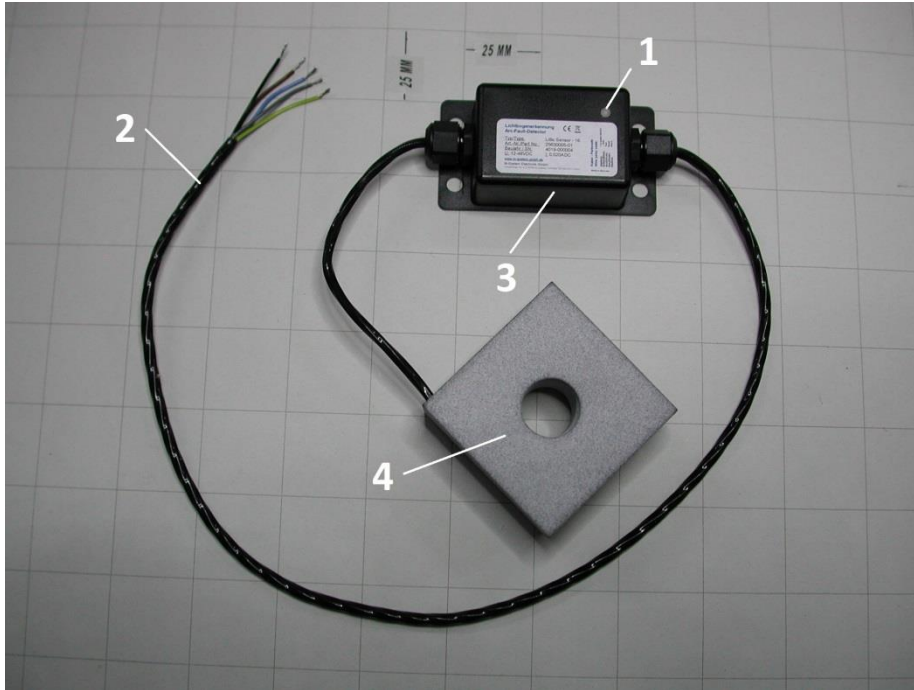

Bild 1: LiBo Sensor mit Ringkernspule, hier -16 (4), Elektronik-Gehäuse (3), Anschlusskabel (2) und Duo-LED Rot/Grün (1)
1. Anschlusskabel (Bild 1: Pos. 2)
Nachdem das zu überwachende Kabel durch die Ringkernspule (Bild 1: Pos. 4) gezogen und aktiviert wurde, ist die graue Ader des Anschlusskabels (Bild 1: Pos. 2) mit dem Pluspol und die schwarze Ader elektrisch mit dem Minuspol der DC-Quelle (12-48VDC) des Kunden zu verbinden.
Bei erstmaliger Inbetriebnahme leuchtet nun zuerst kurz die rote LED (Bild 1: Pos. 1) auf (Eigentest) und wird dann grün, das Gerät ist nun betriebsbereit. Bleibt die rote LED an, so ist zunächst die Reset-Verbindung (braunes Reset-Kabel für 2s mit dem schwarzen Massekabel elektrisch verbinden) auszuführen. Wird die LED auch dann nicht grün, so ist eine Kalibrierung nach Punkt 9. dieser Anleitung durchzuführen.
3. Duo-LED Rot/Grün (Bild 1: Pos. 1)
Die LED zeigt rot bei Auftreten und Erkennen von Lichtbögen bei Fehlern innerhalb der Schaltung (einschließlich Ringkernspulen-Sensor (Bild 1: Pos. 4), oder beim Verlassen des Kalibrierbereichs von 1,80 bis 2,0 VDC.
Die Funktion „Test“ überprüft die eingesetzten Bauteile und damit die korrekte Arbeitsweise der Schaltung. Sie wird ausgelöst, indem die gelb-grüne Test-Ader des Anschlusskabels (Bild 1: Pos.2) für 2s mit dem schwarzen Massekabel elektrisch verbunden wird. Während dieser Verbindung leuchtet die LED (Bild 1: Pos. 1) rot, nach Auftrennen der Verbindung und intakter Schaltung leuchtet die LED wieder grün.
Im Hintergrund läuft im ca. 24h- Rhythmus ein automatischer Test für das Gerät ab. Dabei wird ein Pseudo-Lichtbogen in der Ringkernspule erzeugt und verarbeitet. Besteht kein Fehler innerhalb der Schaltung, wird der Alarm (rote LED) nicht geschaltet und der Test bleibt unbemerkt. Im Fehlerfall leuchtet die LED (Bild 1: Pos. 1) rot und die Alarm Output-Ader wird deaktiviert, d.h. hochohmig. Bleibt die Reset-/Kalibrier-Funktion (Punkt 6 und 9) ohne Erfolg, so ist das Gerät an den Hersteller zurückzuschicken.
Mit Aktivierung der Reset-Funktion kann nach der Erkennung eines Lichtbogens die rot leuchtende LED (Bild 1: Pos. 1) auf Grün zurückgesetzt werden, sofern kein Fehler besteht. Dazu ist das braune Reset-Kabel des Anschlusskabels für 2s mit dem schwarzen Massekabel elektrisch zu verbinden. Die Reset-Funktion mit gleichzeitiger Ausführung der Test-Funktion löst eine Kalibrierung nach Punkt 9. aus.
Die blaue Alarm-Output Ader des Anschlusskabels ist der Ausgang eines Open Drain FET. Dabei ist der FET im Normalzustand (kein Lichtbogen, LED (Bild 1: Pos. 1) grün) durchgeschaltet und die blaue Ader führt Masse (Fail Safe). Bei Erkennung eines Lichtbogens, oder im Fehlerfall der Schaltung, wird der Alarm Output-Ausgang elektrisch hochohmig und kann im fehlerfreien Betrieb des Lichtbogen-Sensors durch Auslösen der Reset-Funktion (siehe Punkt 6.) wieder auf Massepotential zurückgesetzt werden.
Sollte durch eine Störung auf dem zu überprüfenden Kabel nach Anlegen der Versorgungsspannung die rote LED (Bild 1: Pos. 1) leuchten und nicht durch Auslösen von Reset (Punkt 6.) wieder grün werden, so liegt ein Fehler innerhalb des Sensors vor oder es weicht die an den Mess-Pins liegende Spannung zu weit von der bisherigen Kalibrierung ab (Sollspannung: 1,80V – 2,00V). In diesem Fall werden Test und Reset gleichzeitig für etwa 2-4s über eine Masse-Verbindung aktiviert, die Schaltung stellt sich selbsttätig auf die aktuelle Spannung ein, indem die Schwelle angepasst wird. Anschließend findet ein Selbsttest statt, ist dieser positiv, wird die LED wieder grün und der Ausgang aktiviert.